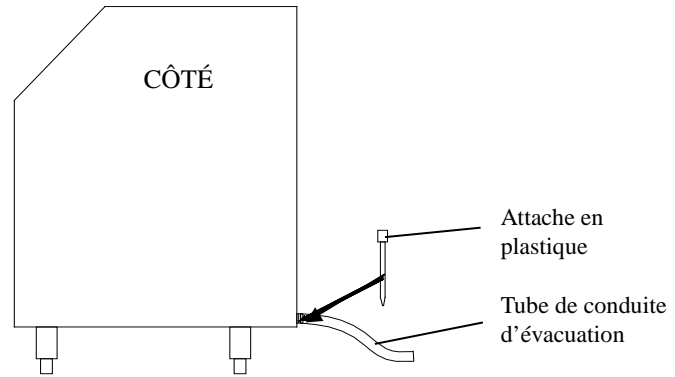

Fig. 4
4. Utilisez un collier de serrage ou les attaches en plastique fournies pour fixer solidement le tube de conduite d'évacuation et procurer un joint bien étanche aux liquides (Fig. 4).